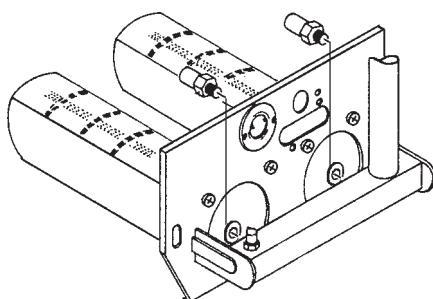

Fig. 3.6
- Svitare dal bruciatore i due ugelli per metano e sostituirli con quelli per GPL, utilizzando anche le guarnizioni in alluminio fornite a corredo (fig. 3.6).